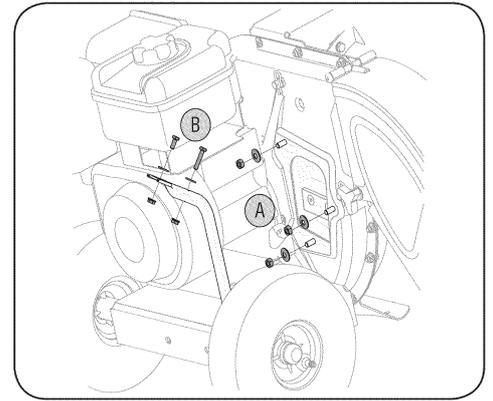

Рис.5
1. Снимите три прокладки и шестигранные гайки с приварных шпилек, расположенных вокруг отверстия на боковой стороне рабочего колеса (смотри рисунок 5).